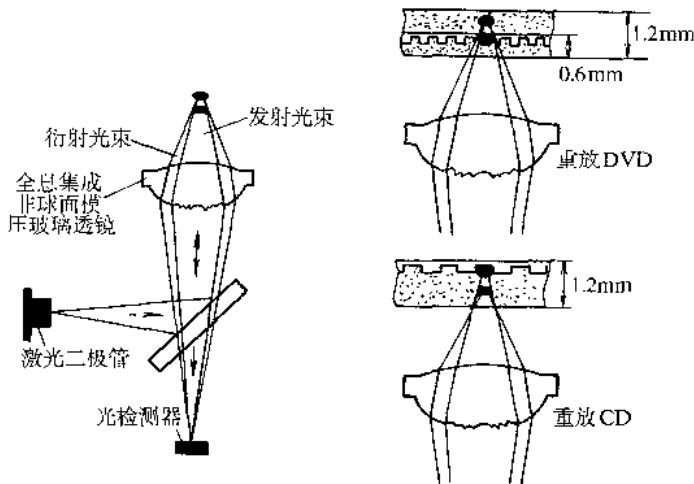

图2.2 双聚焦激光头的工作原理
(2)采用双焦点透镜方式。这种方式又分为两种形式:一种是利用全息技术使部分激光产生折射,从而使一个透镜具有两种焦距。此方式如图2.2所示;另一种是在DVD的透镜上作环状切割,使之也适用于CD碟片的读取。这一方式具有简单、可靠的优点,松下、先锋等公司采用这一方式。